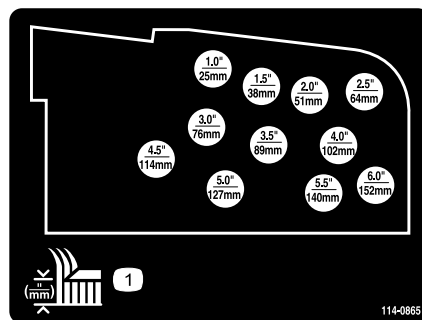

Figure 25
6. Montez les chaînes de hauteur de coupe dans le trou correspondant à la hauteur de coupe voulue (Figure 25) à l'aide de l'axe de chape et de la goupille fendue.